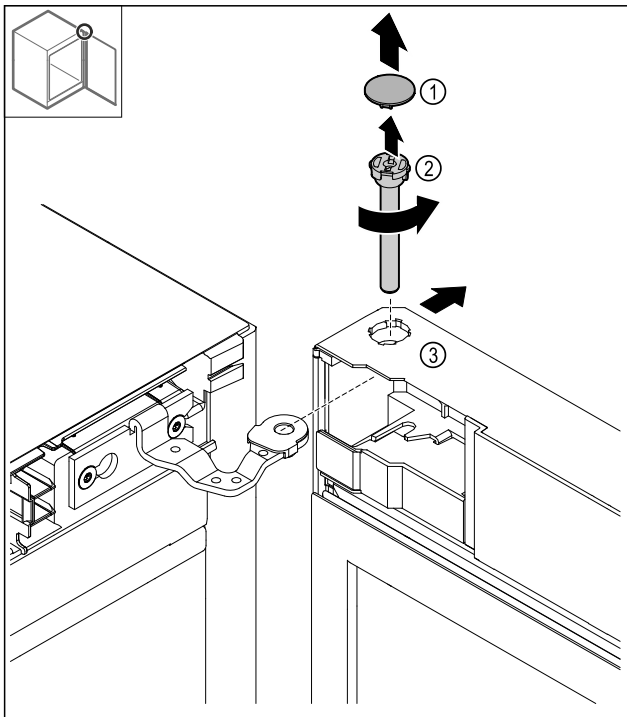

Fig. 18
- Nuimkite dengiamąją plokštelę Fig. 18 (1).
- Atlaisvinkite kaištį Fig. 18 (2) prieš laikrodžio rodyklę ir ištraukite.
- Šiek tiek paverskite duris Fig. 18 (3).